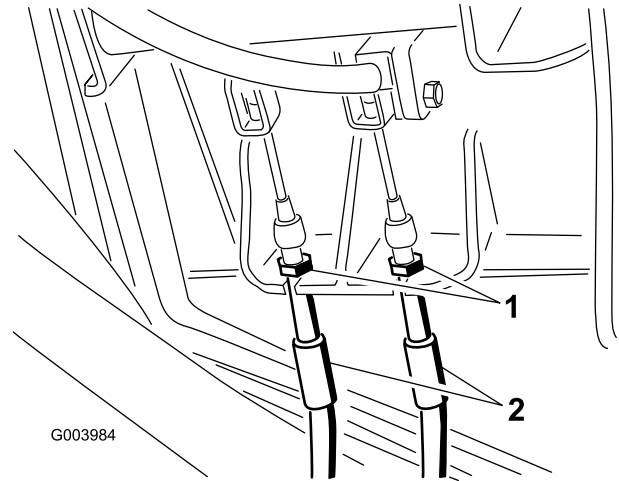

Figura 74
1. Per ridurre il gioco dei pedali del freno, stringete il freno allentando il dado anteriore sull'estremità filettata del cavo del freno (Figura 74).